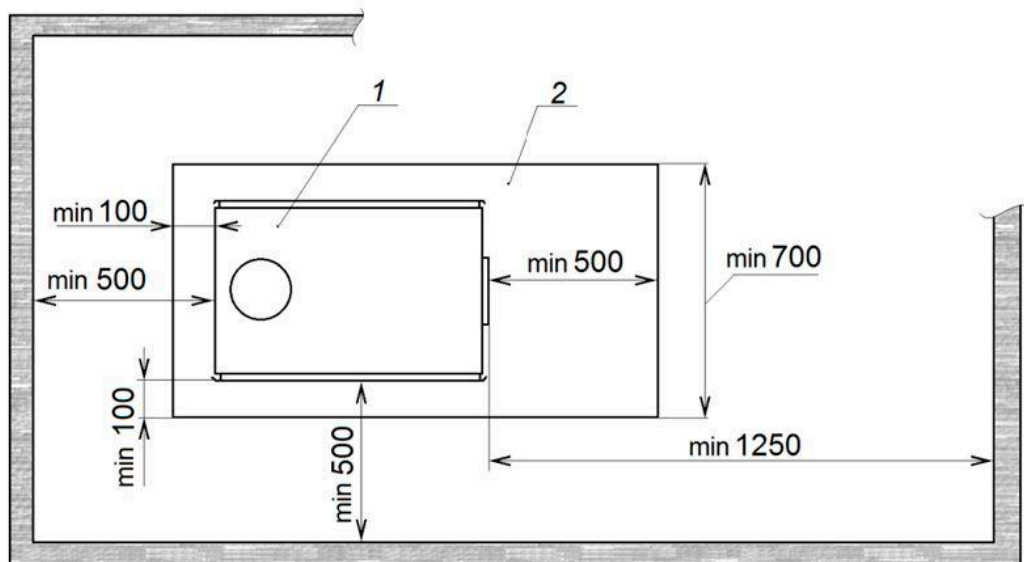

Рисунок 2. Установка печи в помещении.
4.3. Пол под печью должен быть выполнен из негоряемого материала. При установке на сгораемые конструкции здания, печь должна быть установлена на металлический лист толщиной не менее 1 мм с подкладкой из негорючего теплоизоляционного материала толщиной не менее 10 мм (см. рис. 2). Перед печью, со стороны топочной дверцы, металлический лист должен выступать не менее чем на 500 мм, а ширина листа должна быть не менее 700 мм.